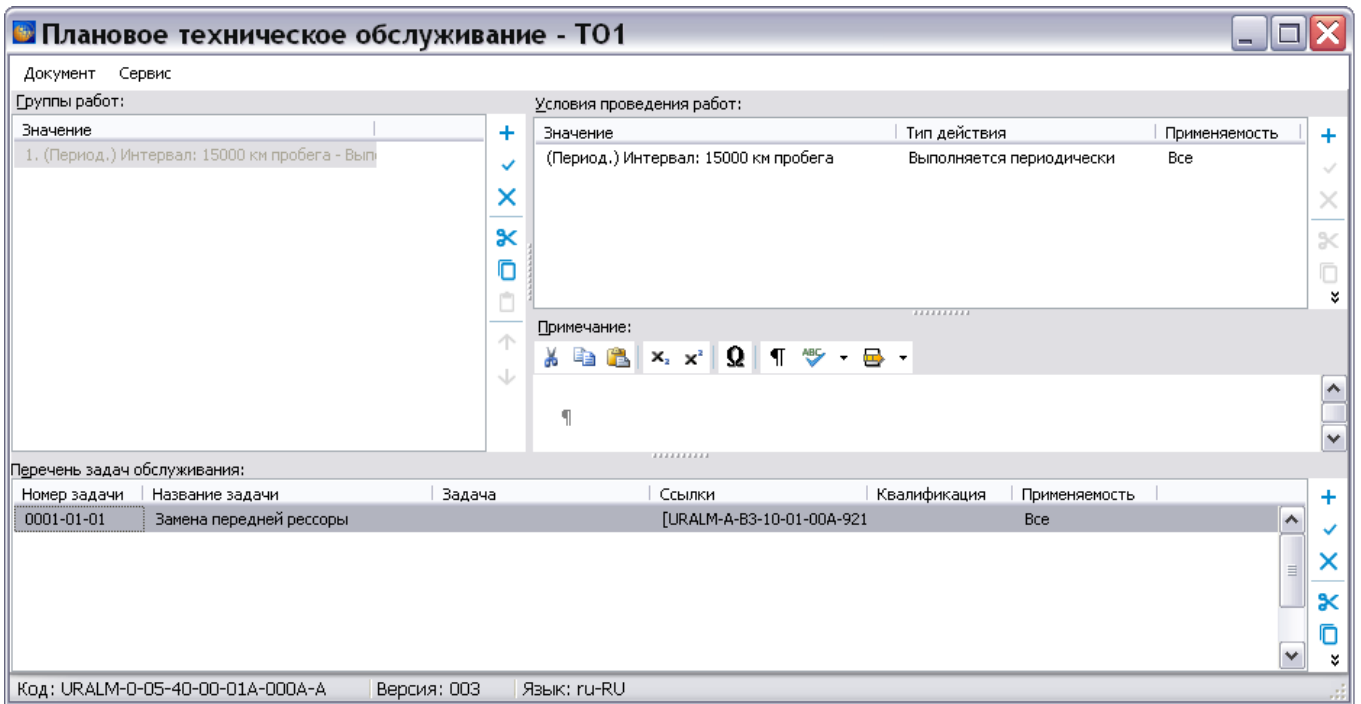

Рисунок 813
4) В окне **Добавление записи** нажмите на кнопку **Применить**. После этого произойдет возврат в главное окно редактора, и в окне **Перечень задач обслуживания** появятся параметры созданной задачи обслуживания (рисунок 813).